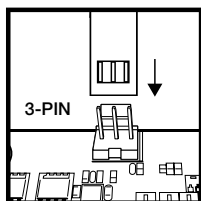

Figura 1
- > Conecte o cabo do tacômetro da bomba ao conector CPU_FAN da sua placa-mãe (Figura 1).